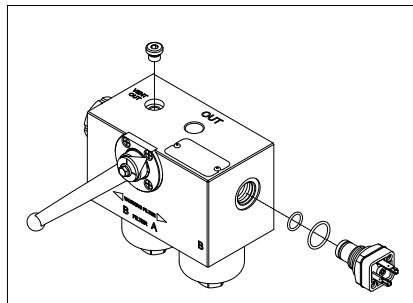

fig. 26
- (Fig. 26) Sostituire gli O-ring del corpo indicatore e il tappo di sfiato